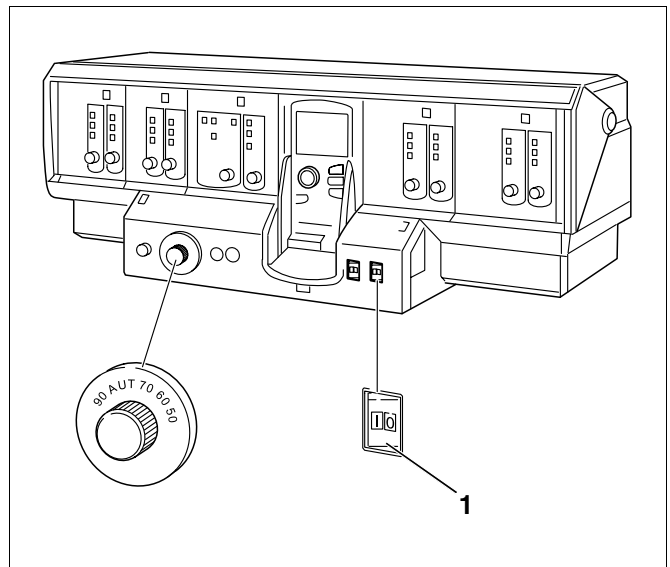

Fig. 70 Eksempel vist med Logamatic 4311
- Sæt driftskontakten (fig. 70, **pos. 1**) på instrumentpanelet i stilling "0".